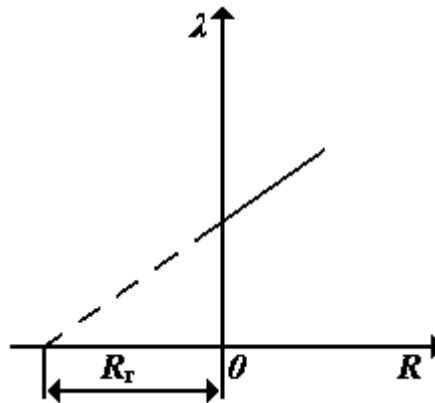

Рис.4
7. Постройте график зависимости логарифмического декремента  $\lambda$  от сопротивления  $R$  и, экстраполируя прямую  $\lambda = \lambda(R)$  до пересечения с осью  $R$ , определите полное сопротивление контура ( $R_L + R_0 + R_{ген}$ ) рис.4.